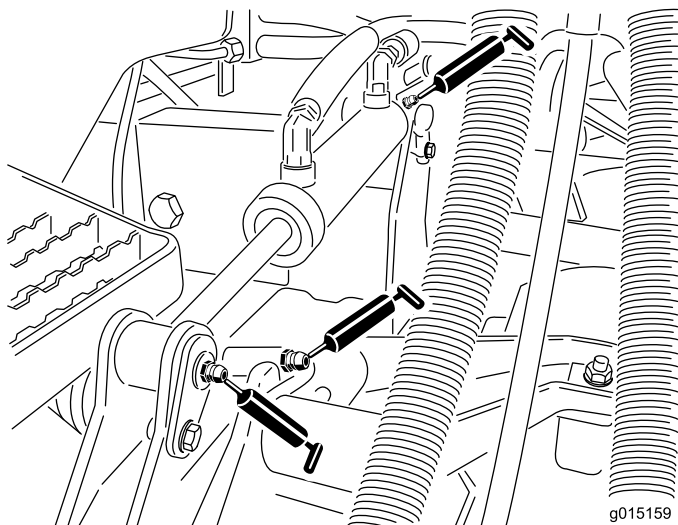

Figure 46
- Bagues de bras de relevage (1 par tablier) (Figure 46)
- Bagues de vérin de relevage (2 par tablier) (Figure 46)